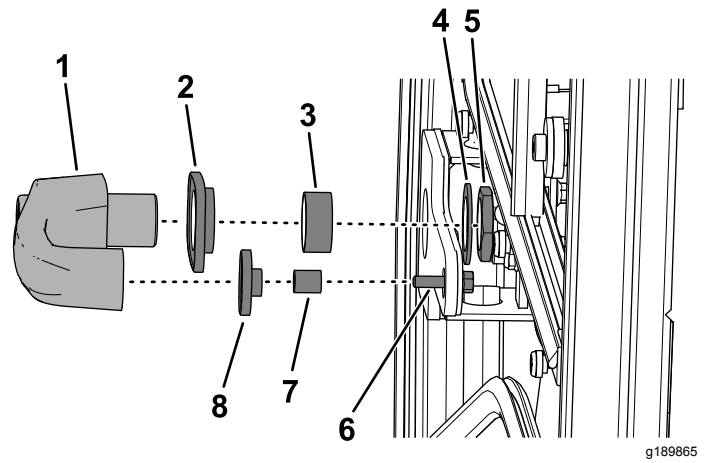

图2
- 从门把手上卸下安装螺母、垫圈、凸缘头螺丝6 x 25mm、2个隔片、2个橡胶垫然后取下把手 图2。